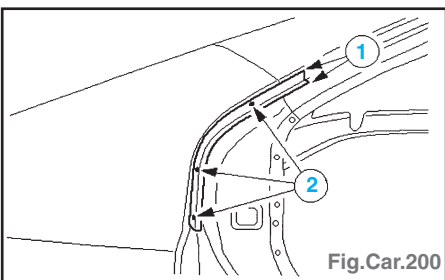

Fig.Car.200
- Tôle de support de bourrelet d'étanchéité (Fig.Car.200) :
- ligne de coupe (1),
- fraiser les points de soudure (2).
- Souder en cordon continu sous gaz protecteur (1) et par bouchonnage (2) (Fig. Car.200).